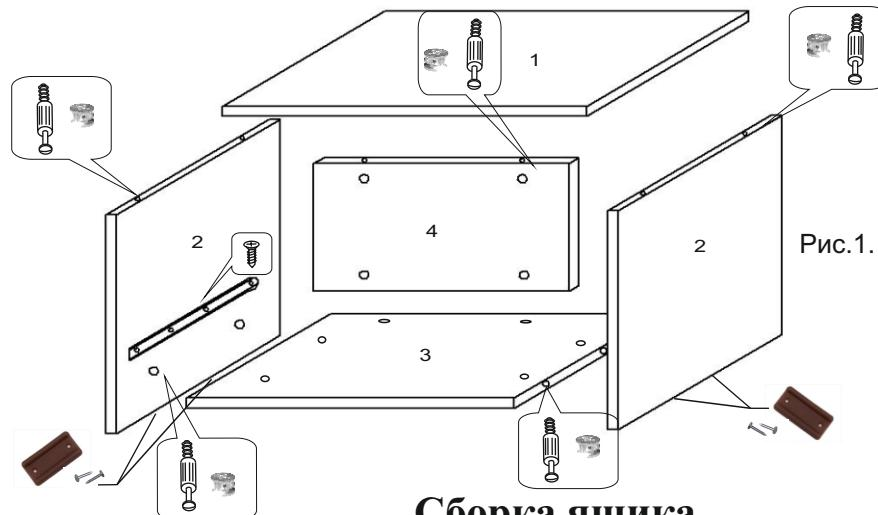

Рис.1. Сборка тумбы
- Перед сборкой необходимо ввернуть винты эксцентриков Ф-3 в отверстия Ø5 с помощью отвертки в дет. 1,2, в отверстия на пласти Ø15 вставить эксцентрики Ф-4 в дет. 2,3,4 (рис. 1). Прибить к нижним торцам боковин (дет. 2) подпятники Ф-12 с помощью гвоздей Ф-9.
- К боковинам прикрутить направляющие ящиков Ф-10 с помощью саморезов Ф-1 (рис. 1)(см. раздел Установка направляющих)